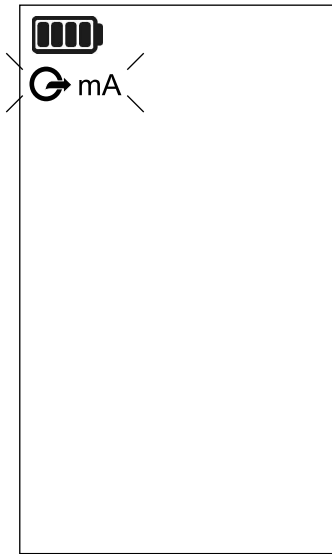

Figura 2-3: Pantalla de apertura típica
1. Para energizar el calibrador, presione el botón de **encendido** hasta que la pantalla funcione. Normalmente operará el zumbador, mostrará el texto UPS4E y luego mostrará una pantalla de apertura típica. Vea la Figura 2-3. Si este es el primer uso del calibrador después de instalar baterías nuevas, le pedirá que ingrese la fecha y la hora. Vea la “Primer uso: fecha y hora”.